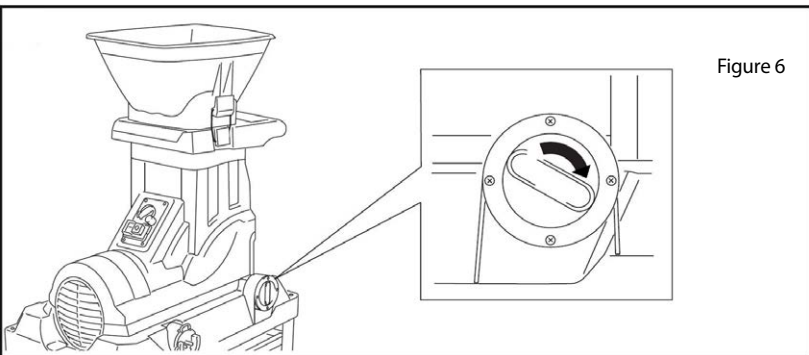

Figure 6
- Tournez lentement le bouton de réglage du dispositif de coupe dans le sens indiqué (Fig. 6) jusqu'à percevoir un léger bruit de frottement et observer de fins copeaux d'aluminium tomber par l'ouverture d'évacuation.
- Gire lentamente el botón de ajuste del sistema de corte en el sentido indicado (Fig. 6) hasta percibir un ligero ruido de roce y observar finas virutas de aluminio que caen por la abertura de expulsión.
- Rode lentamente o botão de afinação do dispositivo de corte no sentido indicado (Fig. 6) até sentir um ligeiro ruído de fricção e observar finas rebarbas de alumínio cair pela abertura de evacuação.